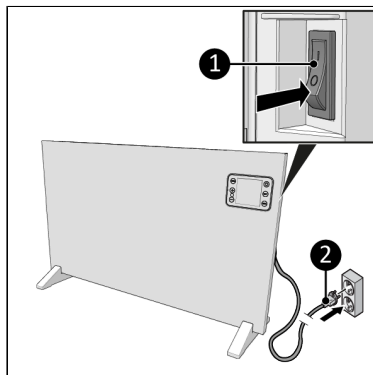

Abbildung 48.
2. Stellen Sie sicher, dass sich der EIN/AUS-Schalter in der AUS-Position befindet (Abbildung 48, Pos. 1).
3. Stecken Sie den Netzstecker (Abbildung 48, Pos. 2) in eine leicht zugängliche geerdete Steckdose. Verwenden Sie eine geerdete Steckdose mit einer Mindestleistung von 2500 Watt.